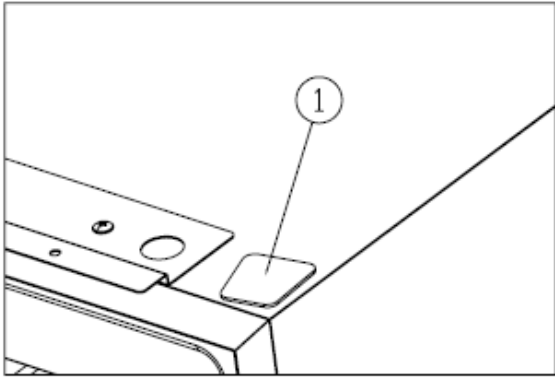

Figure 4
- ✧ Installez le cache ①. [Figure 4]